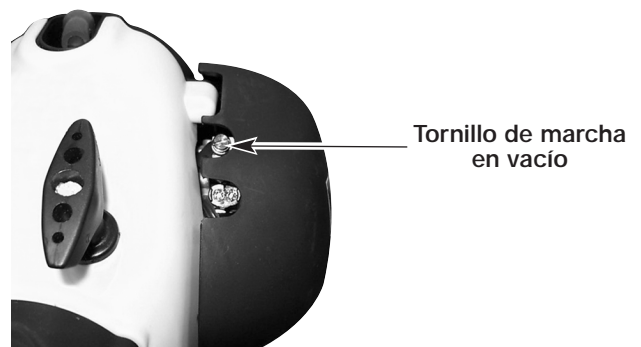

Fig. 28
1. Encuentre el tornillo de marcha lenta en el carburador (Fig. 28).